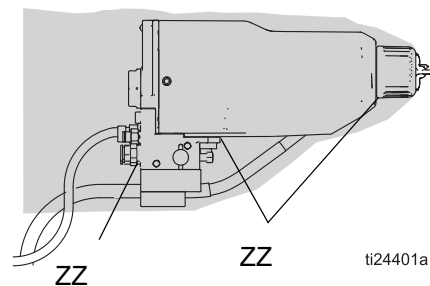

Fig. 19 Vérification de l'absence de fuites de produit
Pendant l'utilisation, vérifiez régulièrement l'absence de fluide dans tous les orifices du capot du pistolet (ZZ). Consultez la FIGURE 19. La présence de produit à ces endroits serait le signe d'une fuite de produit à l'intérieur du capotage qui pourrait provenir de fuites au niveau des raccords des tuyaux ou des joints produit.